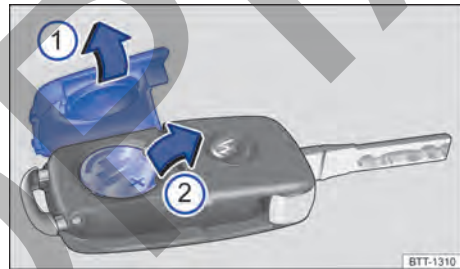

Fig. 46 Llave del vehículo: cambiar la pila de botón.
2. Desmonte la tapa → Fig. 46  haciendo palanca.
3. Extraiga la pila de su compartimento haciendo palanca → Fig. 46 .